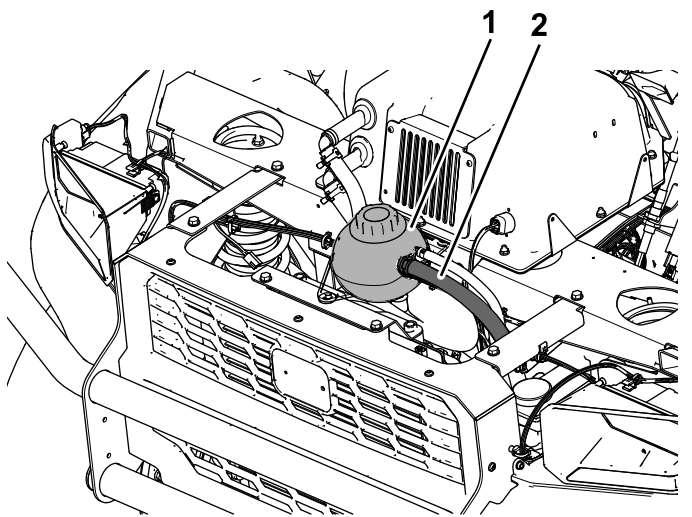

図 20
1. 既存の冷却水ホースを冷却水タンクの側面から外し (図 20)、ホースを23 cm短くする。